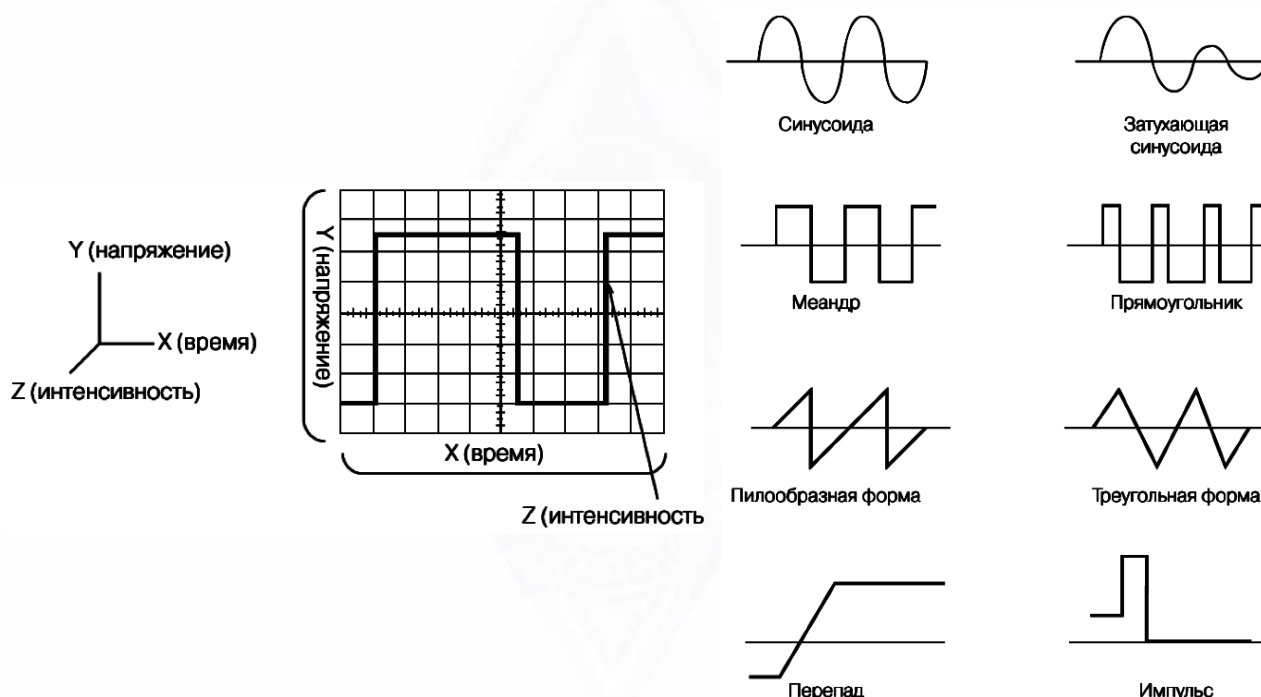

Рисунок 1.3 – Компоненты X, Y и Z отображаемого сигнала, основные формы сигналов.
Исследуемый сигнал отображается на экране в виде светящихся линий или фигур, называемых осциллограммами. Осциллограмма представляет собой функциональную зависимость двух или трех величин $y=F(x)$ или $y=F(x, z)$, каждая из которых является, в свою очередь, функцией времени: $y(t)$, $x(t)$, $z(t)$. Вертикальная ось (Y) представляет значения напряжения, горизонтальная ось (X) – время. Интенсивность или яркость выведенной на экран прибора картинка называется осью Z (см. рис. 1.3).